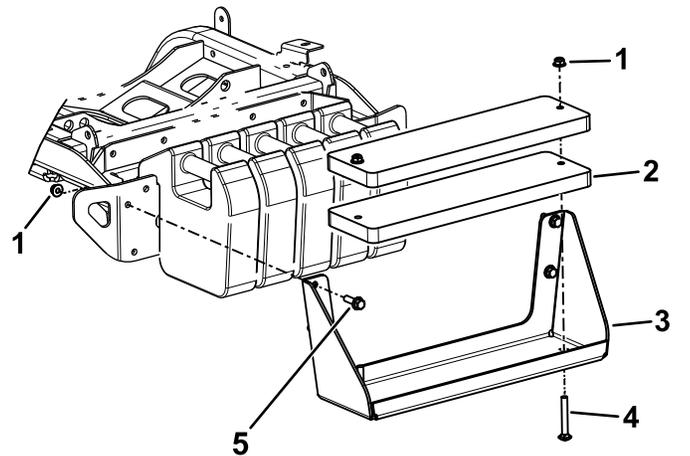

Figura 1
1. Utilizzate 4 bulloni a testa esagonale per fissare la staffa della zavorra al paraurti (Figura 1).
2. Utilizzate 2 bulloni a testa tonda e 2 dadi per fissare le zavorre alle relative staffe (Figura 1).